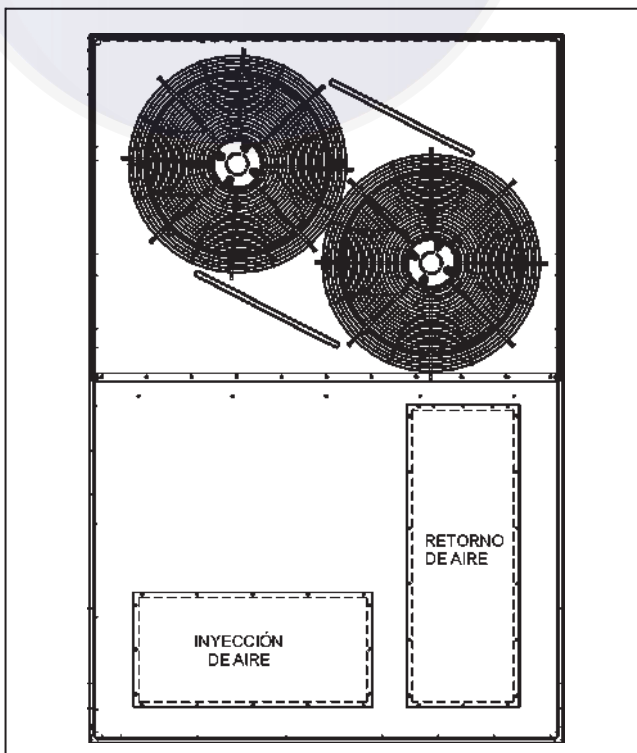

Fig. 4 - Aberturas para Conducto de Inyección y Retorno Vertical
1. Remover, para poder tener acceso, los paneles que cierran las aberturas de suministro y retorno de aire horizontal (Fig.4).
2. Remover los paneles que cierran las aberturas de suministro y retorno de aire situadas en el piso de la unidad (Fig.4).